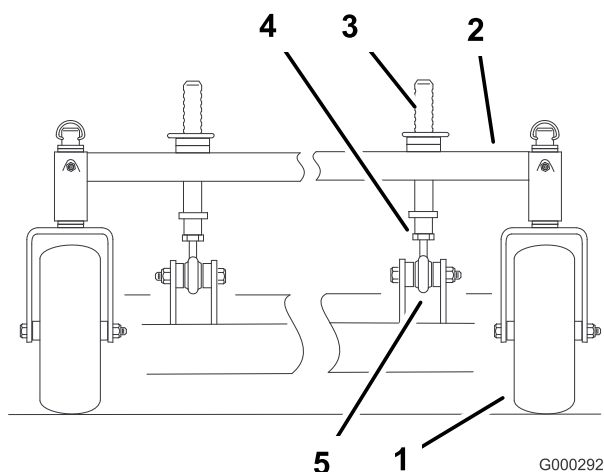

Bild 60
1. Durch Einstellen der vorderen Schnitthöhensäulen lässt sich die Längsneigung einstellen (Bild 60).
2. Lockern Sie zum Anheben der Vorderseite des Mähwerks die Klemmmutter und drehen Sie den vorderen Stift nach rechts (Bild 60).
3. Lockern Sie zum Absenken der Vorderseite des Mähwerks die Klemmmutter und drehen den vorderen Stift nach links (Bild 60).
6. Ziehen Sie dann die Klemmmuttern fest (Bild 60).